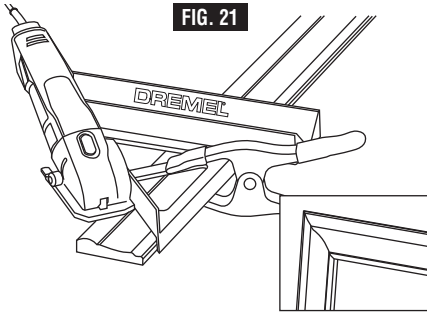

FIG. 21
1. Cortes a inglete de 45°: Utilice el borde angulado de la guía de corte como tope-guía (Fig. 21).
Cortes a inglete (15°, 22.5° o 30°): Pivote la guía de corte en la esquina designada hasta el ángulo deseado, utilizando la marca indicadora de ángulo ubicada en la guía de corte y complete el corte utilizando el borde exterior de la guía de corte como tope-guía (Fig. 21).